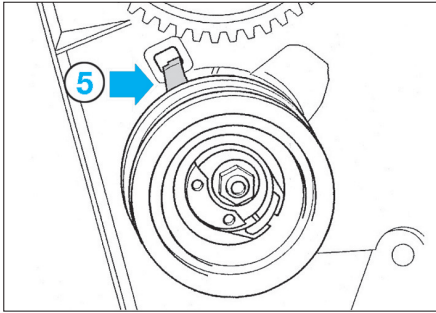

Fig. 24
*Lors du remplacement de la courroie de distribution, remplacer également les galets. Veiller à engager l'ergot (5) du galet tendeur dans le carter distribution (Fig.24) et ensuite à l'immobiliser comme lors de la dépose avec l'outil [4].*